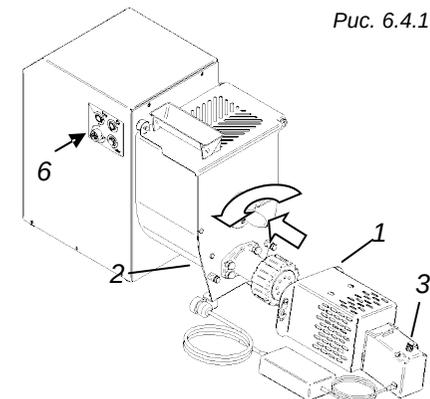

Рис. 6.4.1
2. Вставьте разъем "2" (рис. 6.4.1) в разъем "6" (рис 3.1.1).
4. С помощью потенциометра "3" (рис. 6.4.1) отрегулируйте скорость ножа резки пасты таким образом, чтобы получить пасту нужной длины.